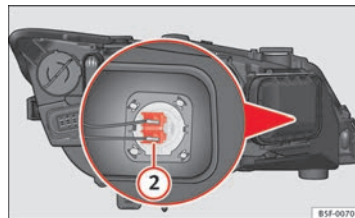

Abb. 139 Glühlampe für Fernlicht
- Drücken Sie den Stecker ⇒ Abb. 139 ② seitlich nach links und ziehen Sie.